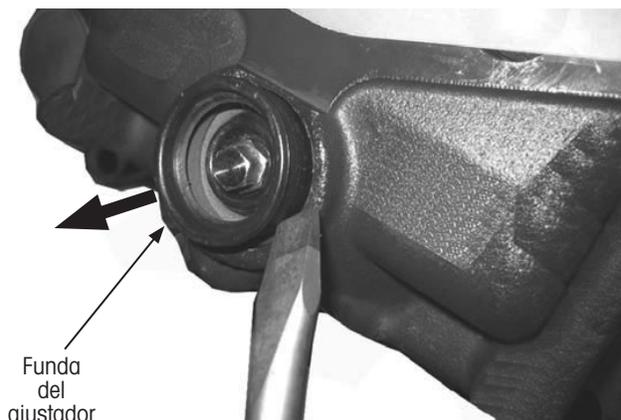

Figura 80: Remoción de funda del ajustador
2. **Utilice** una herramienta adecuada (por ejemplo, un desarmador) para quitar la funda del ajustador (Figura 80) fuera del asiento del caliper de freno.